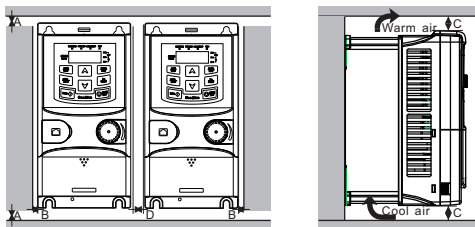

Рис. 4-3 Параллельная установка нескольких ПЧ
(1) Отметьте отверстия перед установкой. Разметка отверстий указана на рис. 4-3.
(2) Установите винты или болты в отмеченные отверстия.
(3) Установите ПЧ на стену.
(4) Надежно затяните винты в стене.